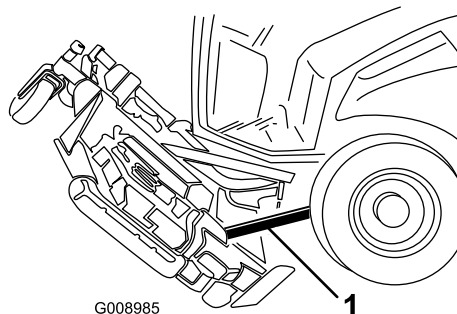

Figura 135
6. Inserite un blocco di legno tra la parte posteriore del piatto e la macchina (Figura 135).